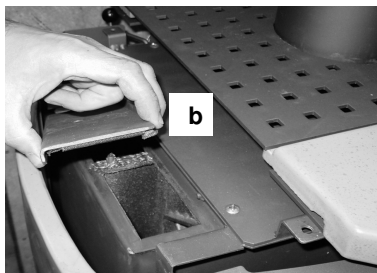

Abb. 2
2. Anschließend die Flügelmutter (a) des Rauchgaszugdeckels abschrauben und Deckel (b) mit Dichtung abnehmen (Abb. 2).